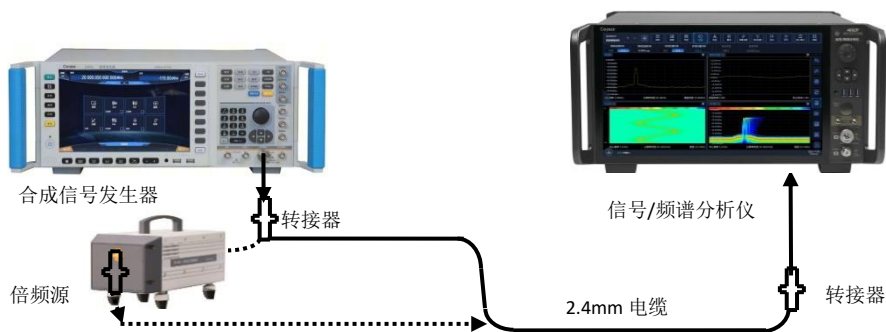

图 7.6 射频输入 2 端口剩余调频测试示意图
- 1) 如图 7.6 实线连接测试设备，将合成信号发生器的射频输出连接到 4082